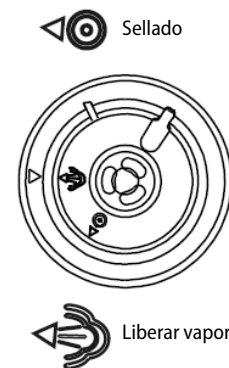

Fig. 2
3. Prepare la tapa a presión (2), Fig. 2.
- Tire del saliente metálico situado en la parte inferior de la tapa para retirar la cubierta protectora en la que se encuentra la junta (4). La junta (4) se puede retirar y limpiar. Asegúrese de que la junta (4) no esté dañada o rota. En caso de daños, debe reemplazarse. Asegúrese de que la válvula de flotador (3) esté limpia y pueda moverse libremente.
4. Sujete la tapa de presión (2), gire la manilla en el sentido horario y levante la tapa verticalmente.
5. Retire el recipiente interno (8). El volumen total de los alimentos y del agua no debe superar los 2/3 del volumen del recipiente interior.
6. Asegúrese de que la superficie interior del cuerpo del artefacto (9) esté seca y coloque el recipiente interior (8).
7. Coloque la tapa de presión (2), gire en sentido antihorario hasta oír un clic que indica que la tapa está en el lugar correcto.
8. Tenga en cuenta que la válvula de presión (1) debe poder moverse libremente para que la olla funcione correctamente.